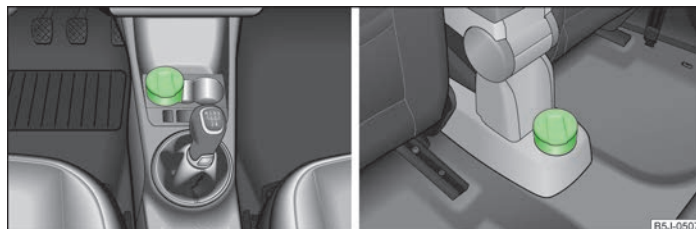

Fig. 62 Consola central: Cenicero delantero/posterior
- Sacar el cenicero » fig. 62 hacia arriba.